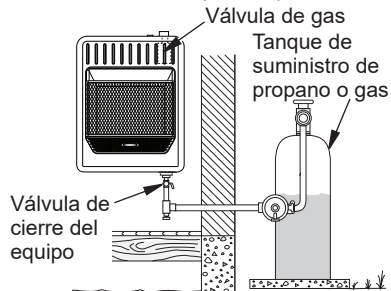

Figura 19 - Propano suministro de gas
3. Revise todas las uniones desde el medidor de gas, tanto para suministro de gas natural o propano, hasta la válvula de cierre del equipo (consulte la figura 19 o 20). Aplique en todas las uniones algún líquido de detección de fugas que no sea corrosivo. La formación de burbujas indicará una fuga.
4. Revise todas las uniones entre la válvula de cierre del equipo y válvula de control (consulte la figura 19 o 20, página 51).